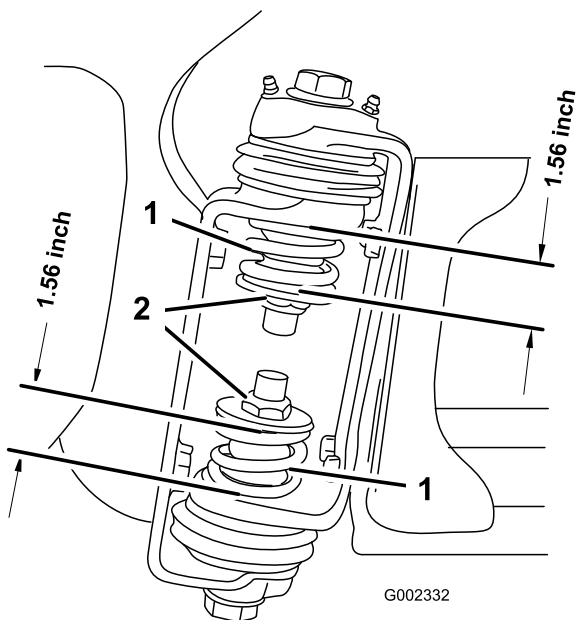

Figure 39
3. Au niveau de la charnière de rampe, mesurez la compression des ressorts supérieur et inférieur quand les rampes sont déployées (Figure 39).